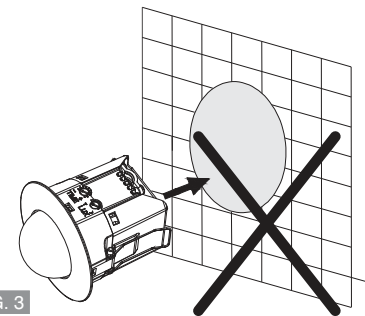

FIG. 3
- Le détecteur est conçu pour être installé à encastrement dans des faux-plafonds pour le montage à l'intérieur, non adapté au montage mural (fig. 3)